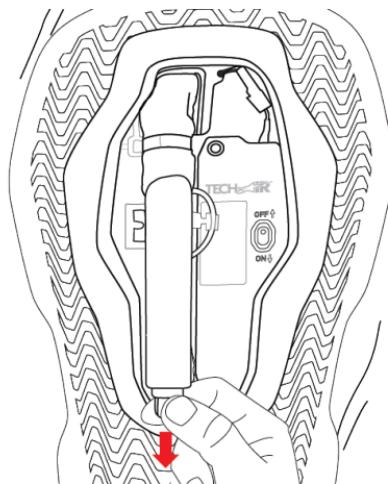

Figure 9 : Retrait du connecteur d'amorçage
Ensuite, sortez le gonfleur à gaz (1) de son boîtier (4) en le soulevant et en débranchant le connecteur jaune (7) du gonfleur à gaz (1), comme le montre la figure 9.